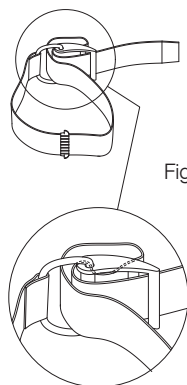
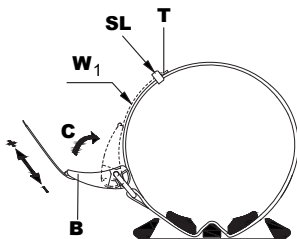

Fig. 2-4
Fig. 2-7
1. Drej spændet, indtil det klikker i åben position. Skub stroppen rundt om plastikspændet som vist i figuren (fig. 2-4), fugt stroppen, før den spændes på plads på tanken, og juster længden (fig. 2-7).